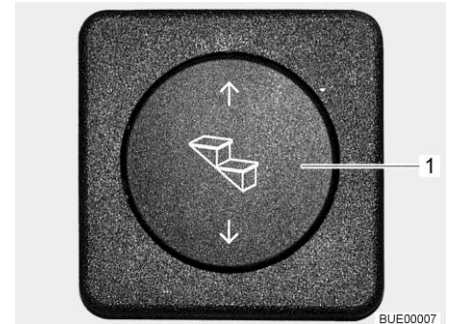

Fig. 10 Pulsador de mando escalón de entrada
- Pulsar la parte inferior del pulsador basculante (Fig. 10,1) y mantenerlo pulsado (por lo menos 3 segundos) hasta que esté completamente extendido el escalón de entrada.
- Pulsar la parte superior del pulsador basculante (Fig. 10,1) hasta que se haya retraído completamente el escalón de entrada.